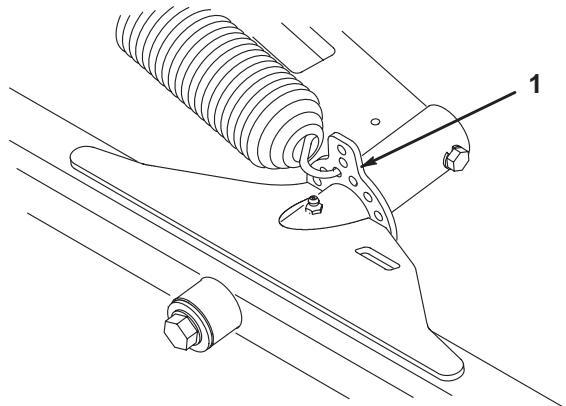

図12
- 前後のカッティングユニットの昇降タブについている穴のうち一番上から内側に数えて3番目の穴にスプリングを引っかける（図12）。